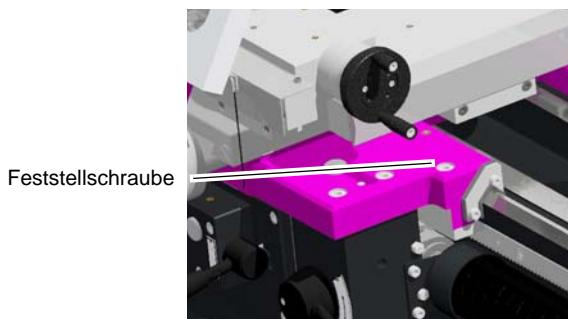

Abb. 4-19: Bettschlitten Feststellschraube
- Lösen - oder Klemmen Sie die Klemmschraube am Bettschlitten in Abhängigkeit des verwendeten Vorschubs ⚡ „Abb.4-19: Bettschlitten Feststellschraube“ auf Seite 58